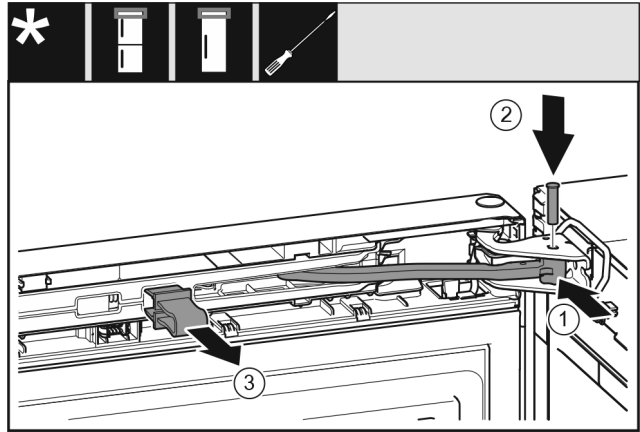

Fig. 24
- Gelenk in Lagerbock drehen. Fig. 24 (1)
- Bolzen in Lagerbock und Gelenk einsetzen. Dabei darauf achten, dass der Rastnocken korrekt in der Nut sitzt. Fig. 24 (2)
- Sicherung abnehmen. Fig. 24 (3)